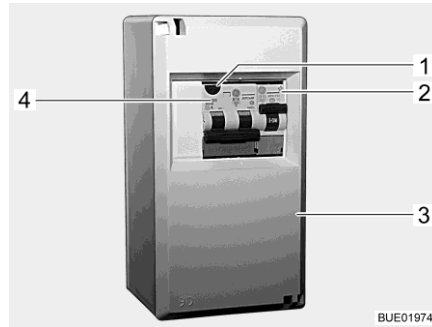
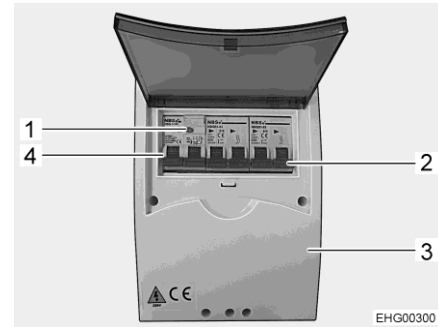

Bild 196 230-V-Sicherungskasten
Bild 197 230-V-Sicherungskasten (Variante)
Ein kombinierter Fehlerstrom-/Leitungsschutzschalter (Bild 196,4 oder Bild 197,4) im Sicherungskasten (Bild 196,3 oder Bild 197,3) sichert das gesamte Fahrzeug gegen Fehlerstrom (0,03 A) ab.
Bei Fahrzeugen mit Sonderausstattung (z. B. Klimaanlage) sichert ein zusätzlicher Leitungsschutzschalter (10 A) (Bild 196,2 oder Bild 197,2) das Gerät ab.
- Wenn das Fahrzeug an die 230-V-Versorgung angeschlossen ist, die Prüftaste (Bild 196,1 oder Bild 197,1) drücken. Der Fehlerstromschutzschalter muss auslösen.